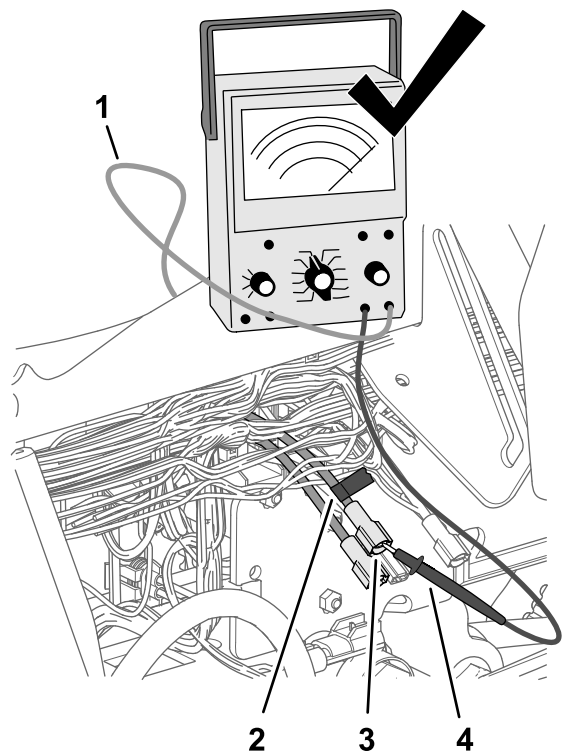

Figura 191
4. Utilizzate un pezzo di nastro adesivo per segnare il connettore e il filo che avete individuato al passaggio 3 (Figura 191).